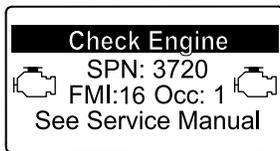

图18
- 发动机警告 SPN 3720, FMI 16 (图18)